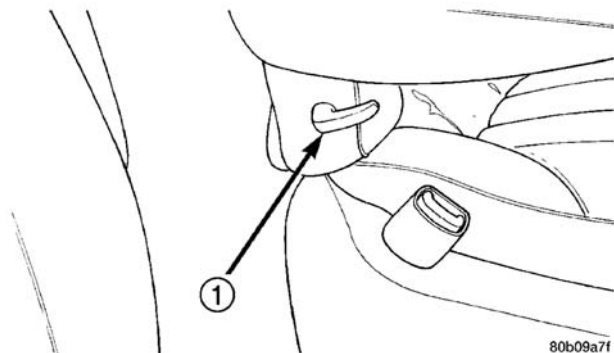

图 47 腰椎保护装置把手
- (1) 拆除把腰椎保护装置把手固定到座椅靠背的螺钉（图 47）。
- (2) 从垫子上把座椅靠背总成拆除。
- (3) 把座椅靠背总成调松。
- (4) 拆除框架并更换。